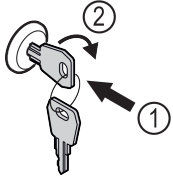

Fig. 160
- ▶ Вдавити ключ Fig. 160 (1).
- ▶ Повернути ключ на 90° за годинниковою стрілкою Fig. 160 (2).